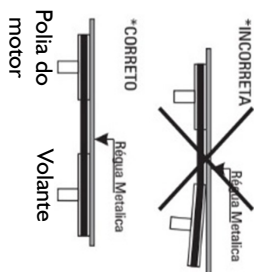

FIGURA 08. Alinhamento da polia do motor .
9.4.2. Retire o protetor da correia com uma chave, faça a verificação se a polia do motor está alinhada com o volante conforme figura 08.